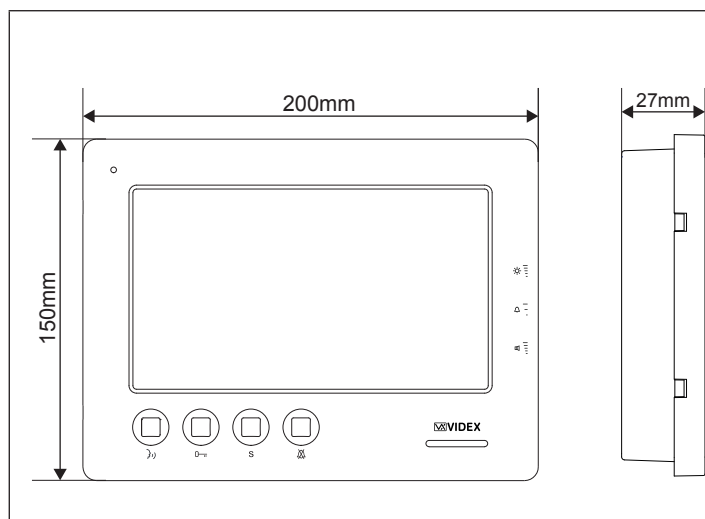
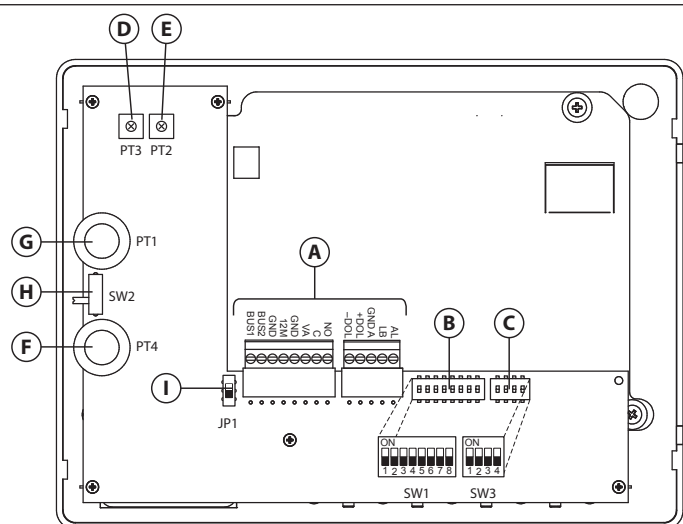

Fig. 1 Partie avant
Fig. 2 Dos
1. Poser le boîtier de surface au mur (il doit y avoir 165-170 cm entre la partie haute du boîtier et le terrain, comme illustré sur la Fig. 1) et prendre les références pour les trous de fixation en tenant compte que le groupe de fils **(E)** (Fig. 2) doit traverser le trou **(D)** (Fig. 2) du boîtier de surface. Si le sens du boîtier n'est pas indiqué, la charnière doit être à gauche ;
2. Comme illustré sur la Fig. 2, réaliser les trous de fixation **(A)**, insérer à l'intérieur des trous les stops **(B)** et, faisant passer les câbles de raccordement **(E)** à travers le trou **(D)**, fixer le boîtier de surface au mur en utilisant les vis **(F)** ;
1. Après avoir bien protégé les trous de fixation du support modules, murer le boîtier encastrable (laisser 165-170 cm entre la partie haute du boîtier et le terrain) en faisant passer le groupe de fils **(E)** (Fig. 2) à travers l'un des trous (précédemment ouvert) sur le fond du boîtier. Si le sens du boîtier n'est pas indiqué au fond du boîtier, la charnière doit rester à gauche ; Faire attention à ce que le boîtier soit bien muré à fleur du mur fini ;